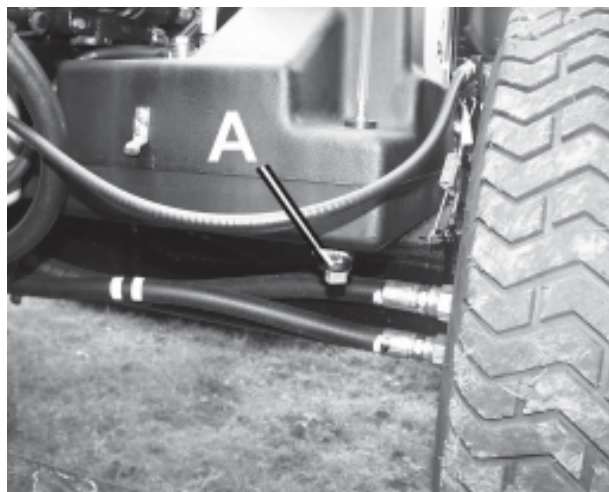

Fig. 4
1. Togliere il tappo di scarico dal fondo del serbatoio idraulico ed asciugarlo. (A(Fig.4))